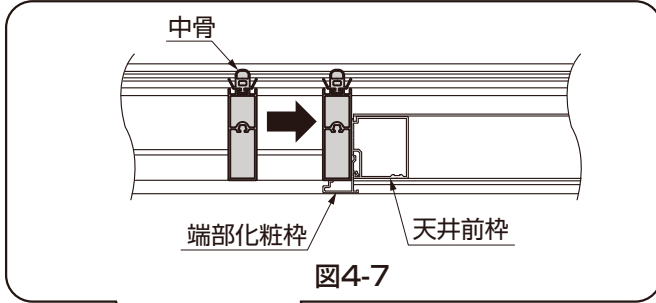

図4-7
- ①「3.カバーの取外し」で移動した中骨を天井前枠にあて、垂木フタを取付けてください。(図4-7参照)